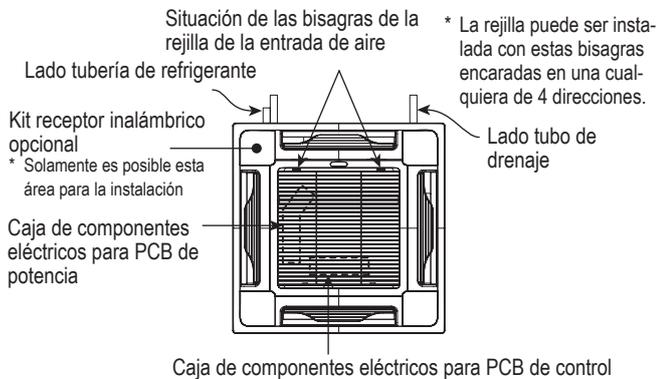

Fig. 2-25
- Con este tipo de panel, las direcciones de las tramas de las rejillas de las tomas de aire al instalar múltiples unidades y la posición del rótulo mostrando el nombre de la compañía en el panel de la esquina pueden cambiarse de acuerdo con las demandas del cliente. Sin embargo, el receptor de señal inalámbrica únicamente puede ser instalado en la esquina de las tuberías de refrigerante de la unidad de techo. (Fig. 2-25)